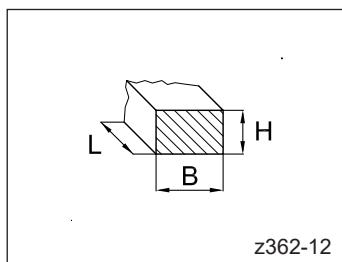

Abbildung 18: Abmessungen einer Holzlatte
- Die Höhe H der Holzlatte darf nur so groß sein, dass ein Kippen der Heißkanalbaugruppe ermöglicht wird. Die Höhe H muss zudem um einige Größenordnungen kleiner sein als die Breite B ($H \ll B$), um ein Abrutschen der Heißkanalbaugruppe zu verhindern (siehe Abbildung 18).
- Die Auflagefläche L x B der Holzlatte muss ausreichend groß sein, damit die Heißkanalbaugruppe nicht beim Bewegen wegrutschen kann (siehe Abbildung 18).